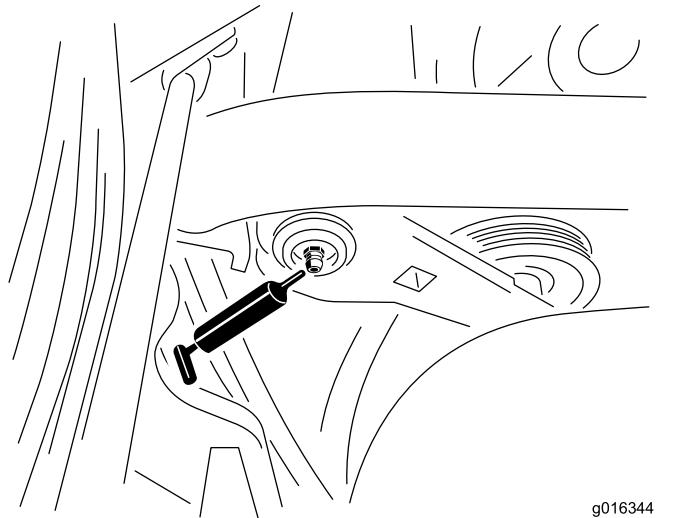

Bild 27
1. Wischen Sie die Schmiernippel ab, um das Eindringen von Fremdkörpern in die Lager oder Buchsen zu vermeiden (Bild 27).